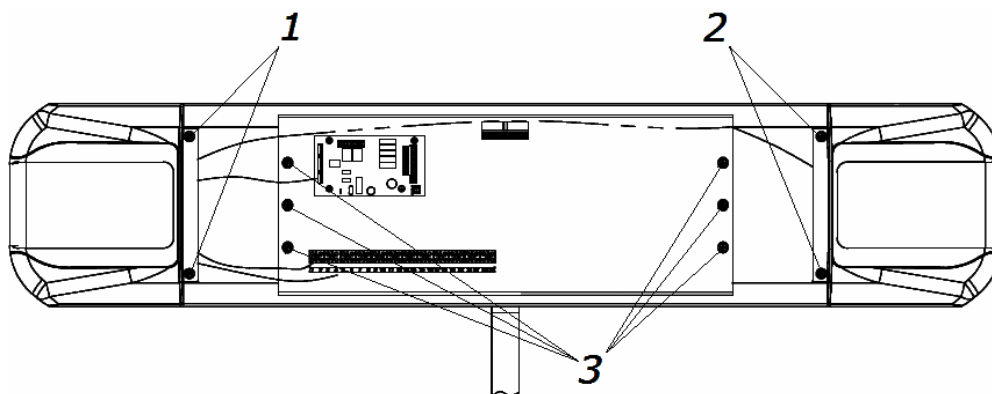

Рисунок 15. Расположение крепежных винтов
6. Снимите крышку турникета (3) согласно разд. 6.
7. Демонтируйте стенку боковую (7) в сборе с крышкой (9). Для этого:
- Отверните два винта (2, рис. 15).
8. Демонтируйте стенку (6) в сборе с крышкой (8). Для этого:
- Отверните два винта (1, рис. 15).
4. Снимите крышку (3) турникета в порядке, указанном в разд. 6 и положите ее на ровную устойчивую поверхность.
5. Для доступа к узлу вращения преграждающих планок турникета снимите кронштейн с платой управления и выносной клеммной колодкой. Для этого: выкрутите 6 винтов (3, рис. 15), фиксирующих кронштейн на стойке турникета, и аккуратно отведите кронштейн в сторону, не повредив подключенные кабели.